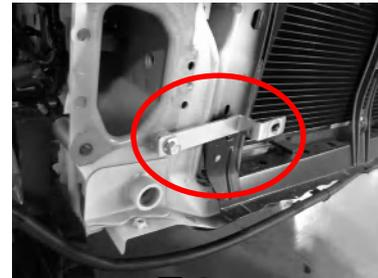

図 3
- ③ 図 3・4 の部分にコアステー（ロア）をカラー（ $\phi 8-\phi 20$ ）とボルト（M8×35）を使用して取り付けてください。